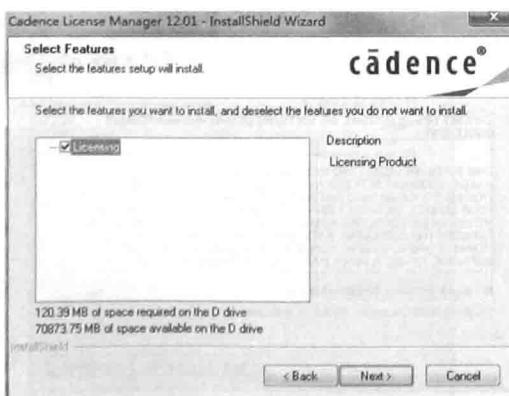
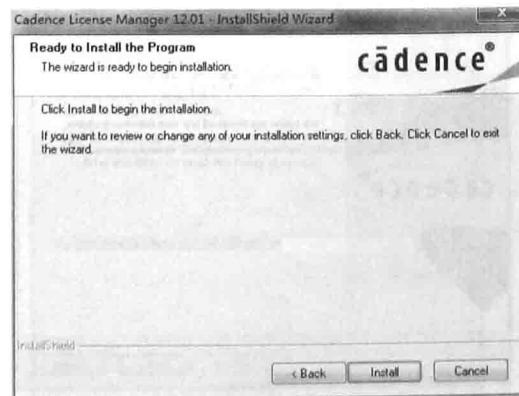

图 1.2.6 “Select Features” 对话框
图 1.2.7 “Ready to Install the Program” 对话框
(4) 单击“确定”按钮，出现“Select Features”对话框，如图 1.2.6 所示。单击“Next”按钮，出现“Ready to Install the Program”对话框，如图 1.2.7 所示。